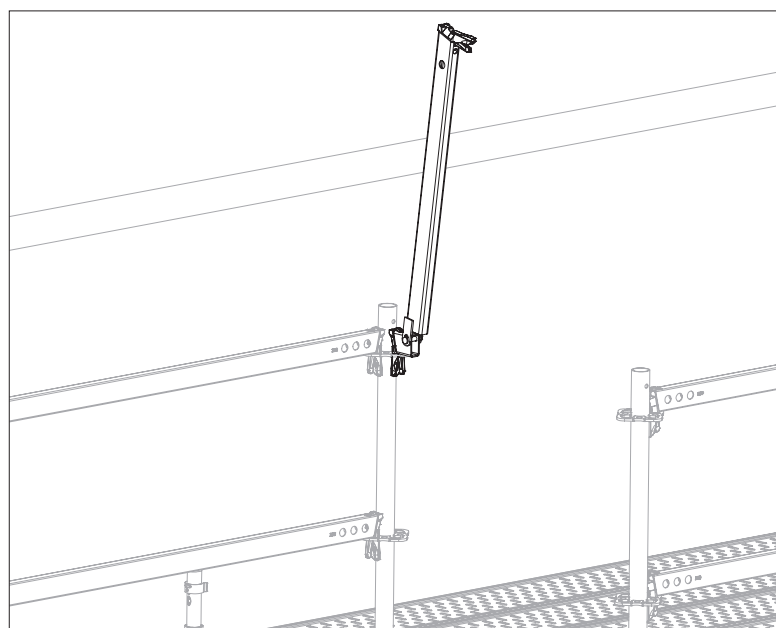

Fig. A5.11a
1. Estrarre il cuneo dalla parte girevole. (Fig. A5.11a)